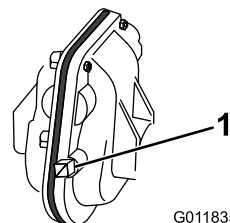

Figure 9
1. Abaissez la souffleuse à neige sur une surface plane, retirez l'obturateur de tuyau du boîtier d'engrenages de la fraise (Figure 9) en plaçant l'extrémité ouverte d'une clé à douille de 3/8" à rallonge sur l'obturateur et en utilisant une clé à fourche de 3/8" sur le carré de la rallonge.